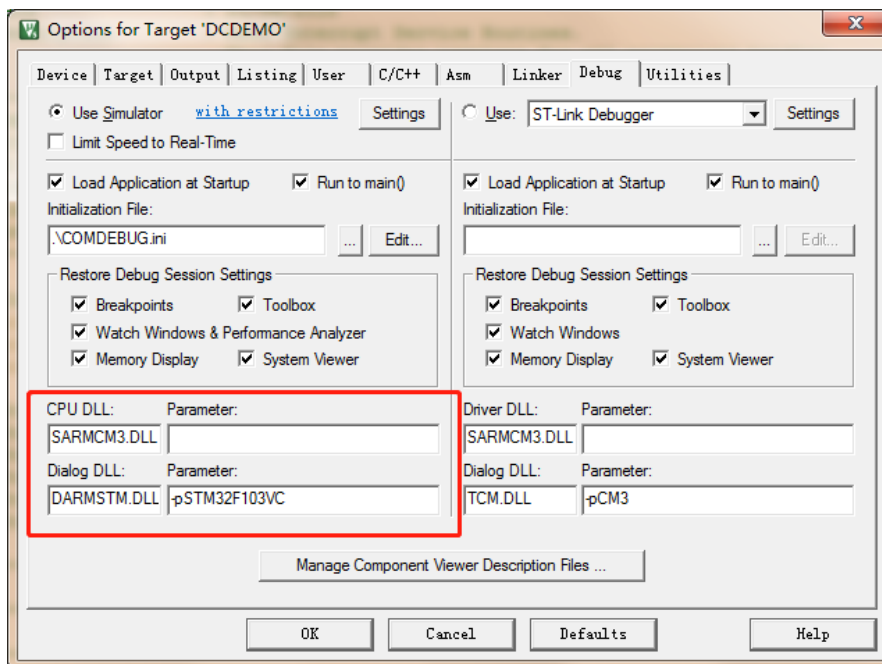
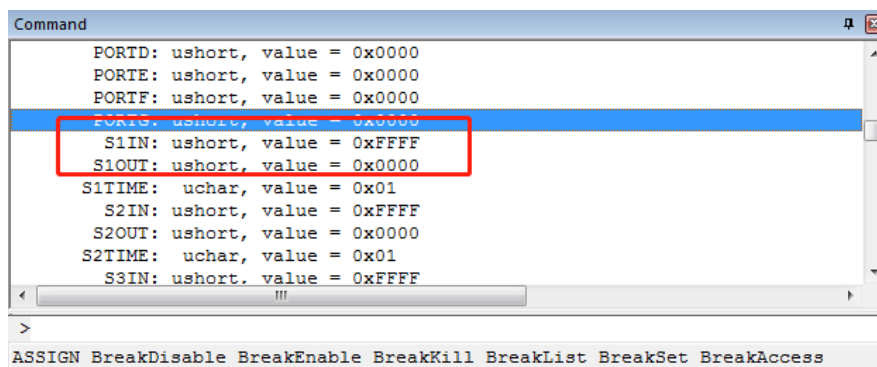
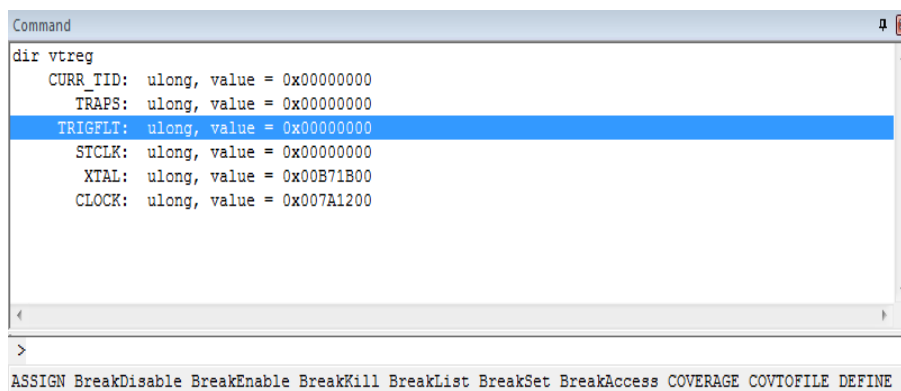

图 4-7 配置仿真 MCU
图 4-8 仿真串口寄存器
图 4-9 不支持仿真
- (3) 添加完仿真 MCU 型号后重新编译工程，如图 4-7 所示；编译完成后点击 **Debug** 按钮，重新输入“DIR VTREG”，若该型号芯片支持仿真，会在窗口中显示该芯片的串口寄存器，如图 4-8 所示；若该型号芯片不支持仿真，则不显示串口寄存器，如图 4-9 所示；